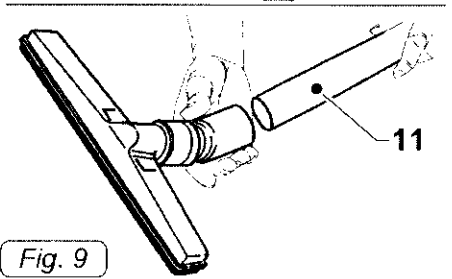

Fig. 9
- Adjunta a las extensiones rígidas (11 Fig. 9) accesorio deseado (boquilla, cepillo para el polvo, boquilla para rincones, etc ...)